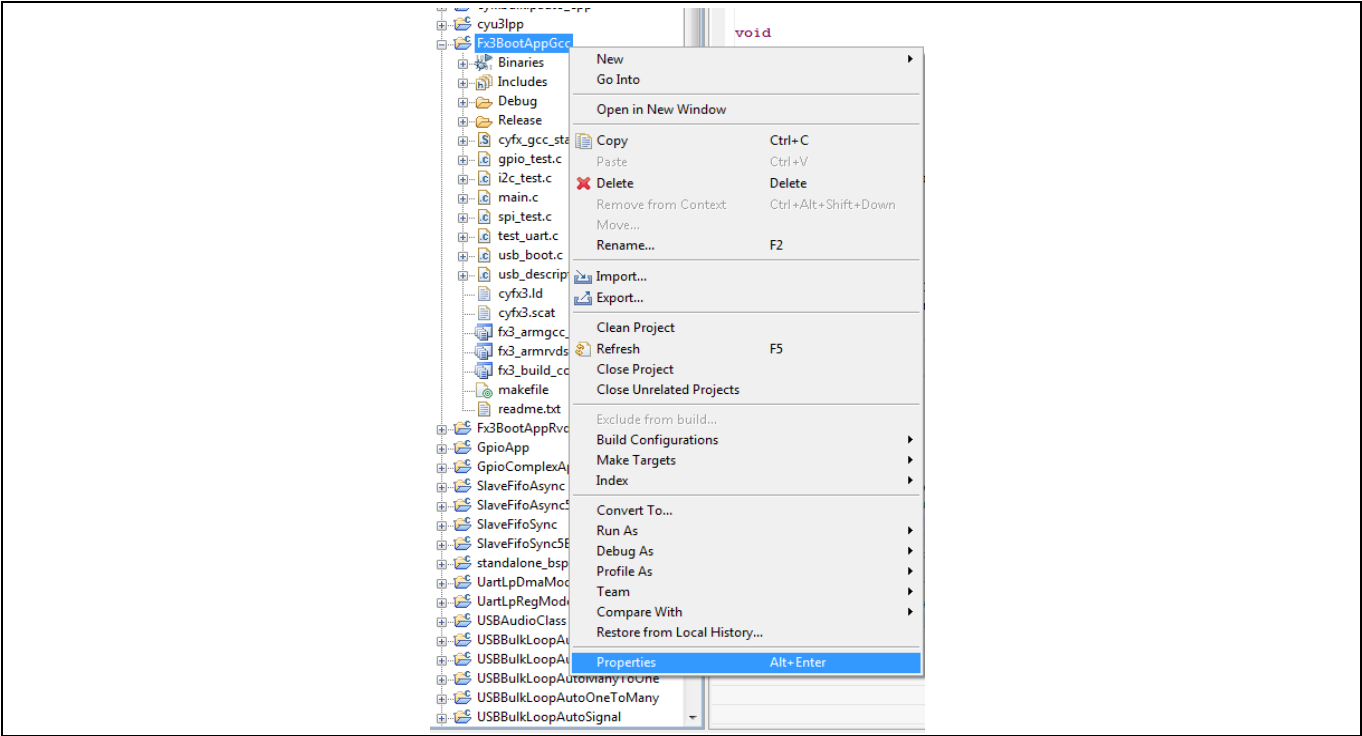
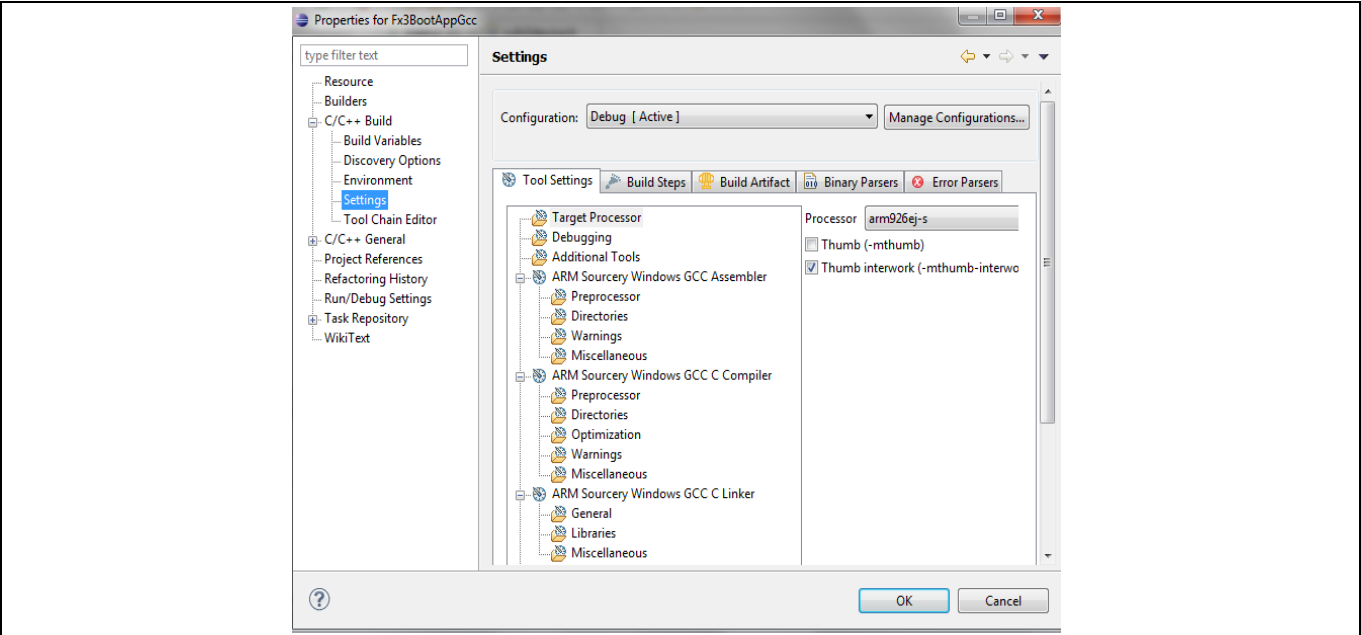
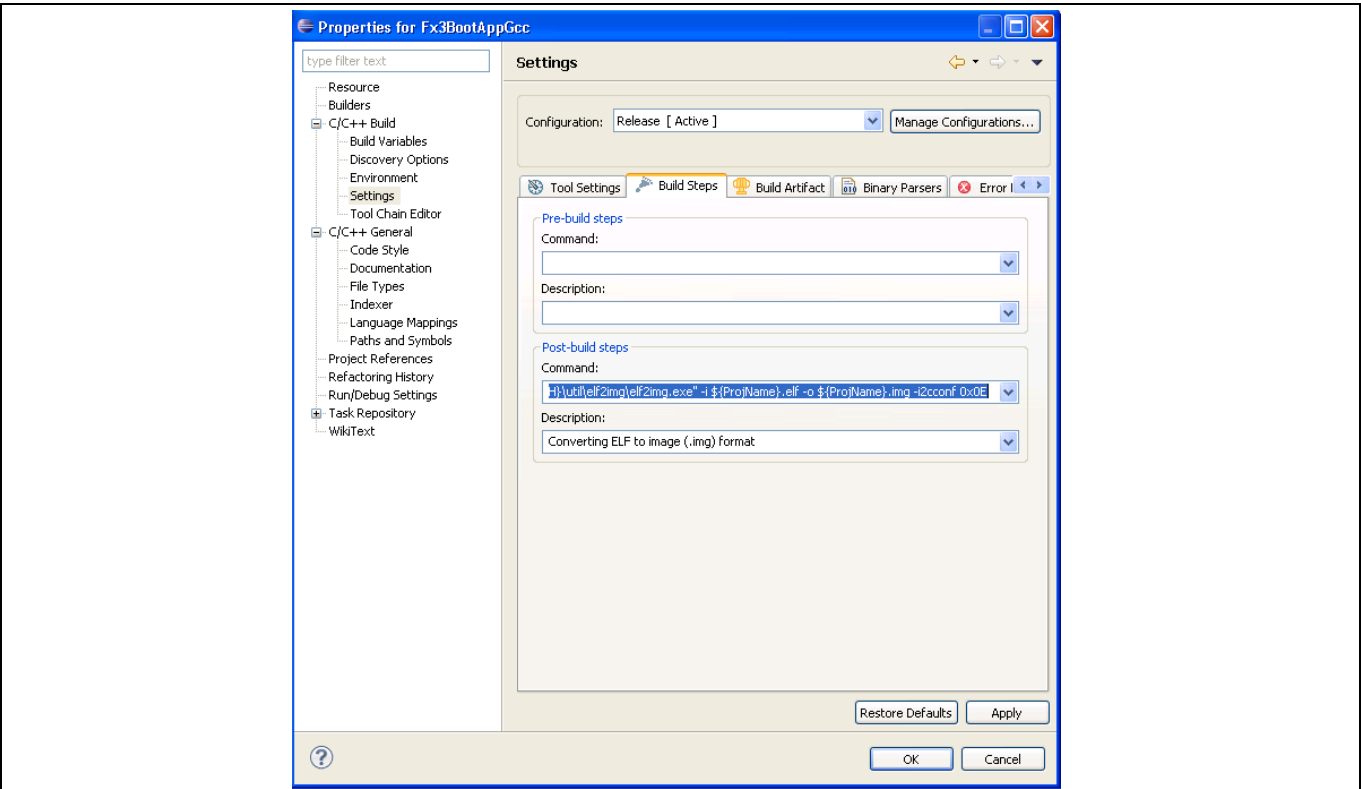

Figure 19 右击 Eclipse IDE 中的项目
Figure 20 Fx3BootAppGcc 的属性
Figure 21 "Post-Build Steps" 中用于 I²C 启动镜像的 elf2img 命令配置
1. 在 Eclipse IDE 中编译固件镜像，如 Figure 19、Figure 20 和 Figure 21 所示。